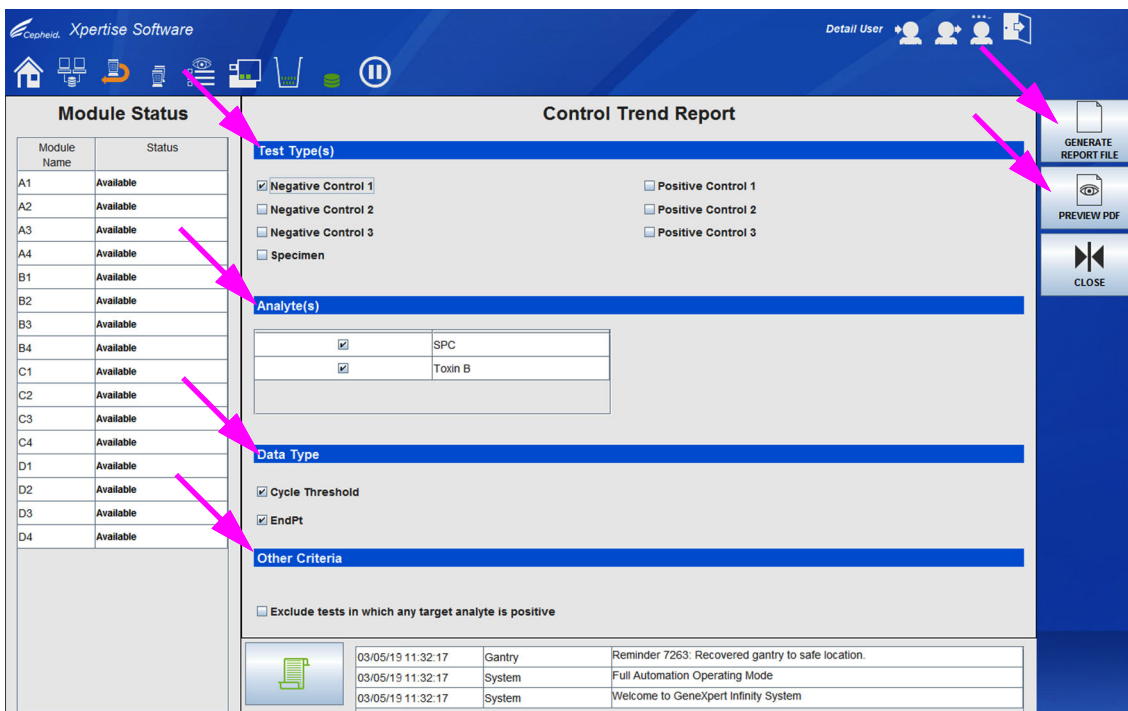
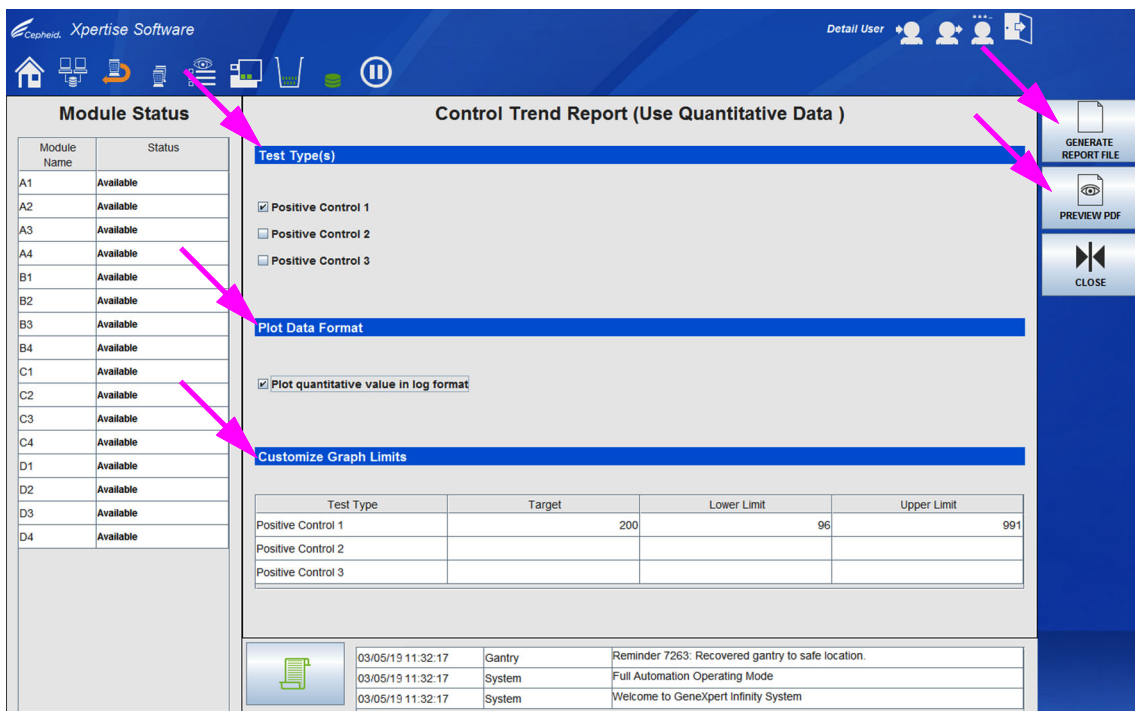
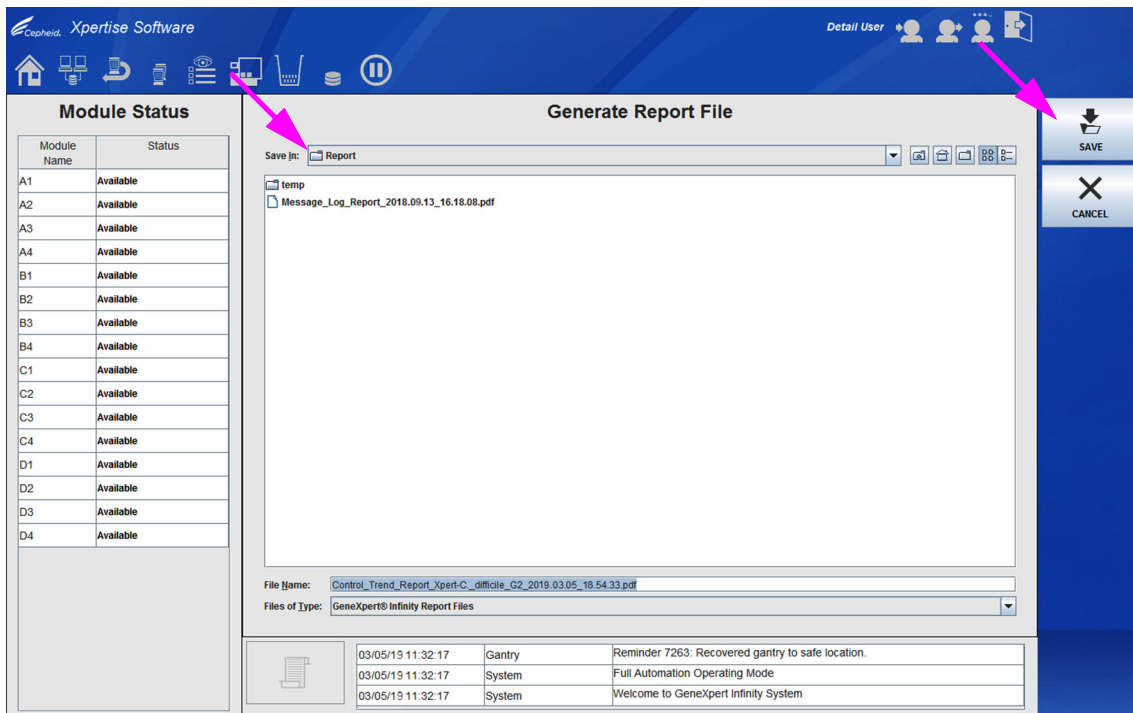

Figura 6-4. Área de trabalho Control Trend Report (Relatório de tendências de controlo) para opções qualitativas
Figura 6-6. Área de trabalho Control Trend Report (Relatório de tendências de controlo) para opções quantitativas
Figura 6-7. Área de trabalho Generate Report File (Gerar ficheiro de relatório)
7. Prima o botão **CONTINUE (CONTINUAR)** para avançar para a área de trabalho Control Trend (Tendências de controlo) seguinte, onde são selecionados critérios adicionais para ensaios qualitativos e quantitativos. Ver Figura 6-4 para tendências de ensaio qualitativo e a Figura 6-6 para tendências de ensaio quantitativo.
- Opções de ensaio qualitativo (ver Figura 6-4):
- Opções de ensaio quantitativo (ver Figura 6-6):
- **GENERATE REPORT FILE (GERAR FICHEIRO DE RELATÓRIO)** – Cria um ficheiro PDF e guarda-o na localização que especificar (consulte a Figura 6-4 para tendências de ensaio qualitativo e a Figura 6-6 para tendências de ensaio quantitativo). A caixa de diálogo Generate Report File (Gerar ficheiro de relatório) (ver Figura 6-7) permite guardar o ficheiro na localização especificada.
- **PREVIEW PDF (PRÉ-VISUALIZAR PDF)** – Cria um ficheiro PDF e apresenta o ficheiro na janela do Adobe Reader. Selecione o botão **PREVIEW PDF (PRÉ-VISUALIZAR PDF)** na área Control Trend Report (Relatório de tendências de controlo) (consulte a Figura 6-4 para tendências de ensaio qualitativo e a Figura 6-6 para tendências de ensaio quantitativo) para criar o ficheiro PDF do relatório. Pode guardar e imprimir o ficheiro PDF a partir do software Adobe Reader. O ficheiro PDF do relatório de tendências de controlo pode ser guardado na pasta GeneXpert Reports (Relatórios GeneXpert) ou noutro dispositivo.